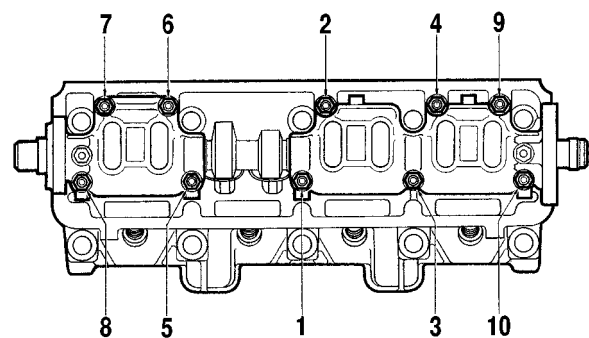

Abb. 2-55. Reihenfolge zum Anziehen der Muttern des Nockenwellenlagerrahmens
1. Im ersten Arbeitsgang gemäß Schema auf Abb. 2-55 anziehen, bis die Auflagefläche der Lagerrahmen am Zylinderkopf anliegt. Es ist dabei zu beachten, daß die Einstellbuchsen ungehindert in ihre Aufnahmebohrungen hineingehen.